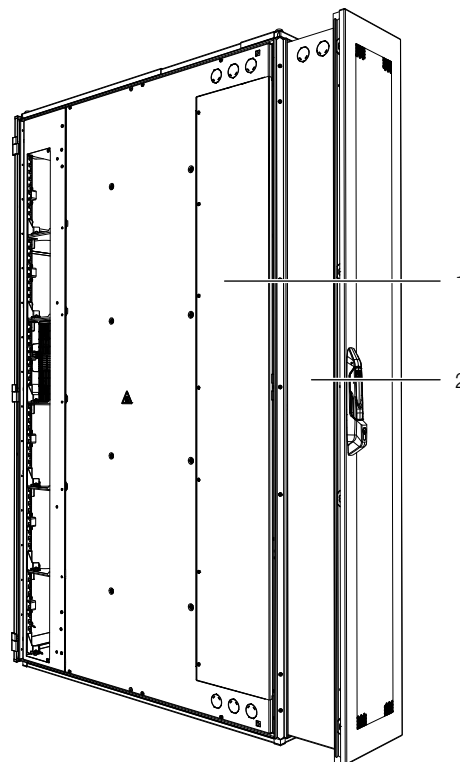

Fig. 31 : adaptateur sur le LCP Inline
- Fixer l'adaptateur (fig. 31, pos. 2) au niveau de l'ouverture arrière du LCP Inline avec quatre des vis fournies (fig. 31, pos. 1) à gauche et quatre vis à droite.